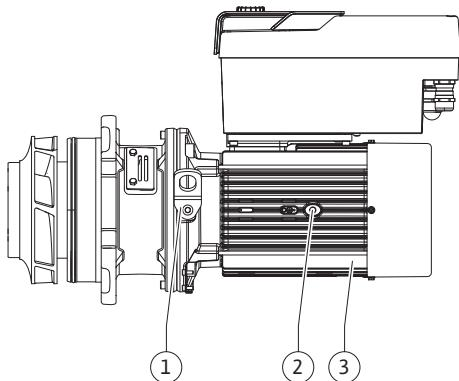

Fig. 108: Окомплектовка
13. Поставете окомплектовката (виж Fig. 108) в корпуса на помпата в старата или друга желана ъглова позиция. Спазвайте допустими монтажни положения на компонентите (виж глава „Допустими монтажни положения и промяна на разположението на компонентите преди монтажа“ [▶ 26]).